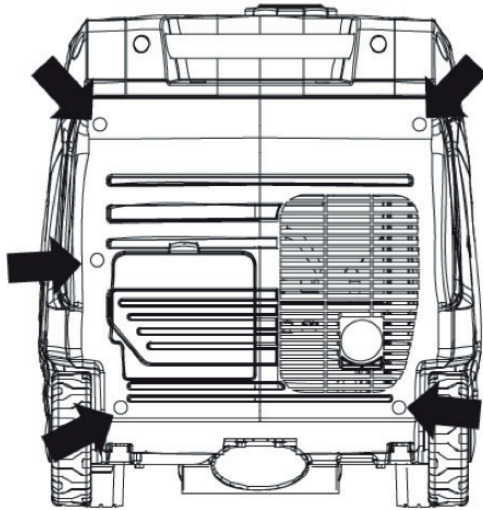

Figura 20: Quite el Panel de Acceso del Silenciador
3. Quite los tornillos sosteniendo la cubierta del silenciador en su lugar (ver Figura 20).